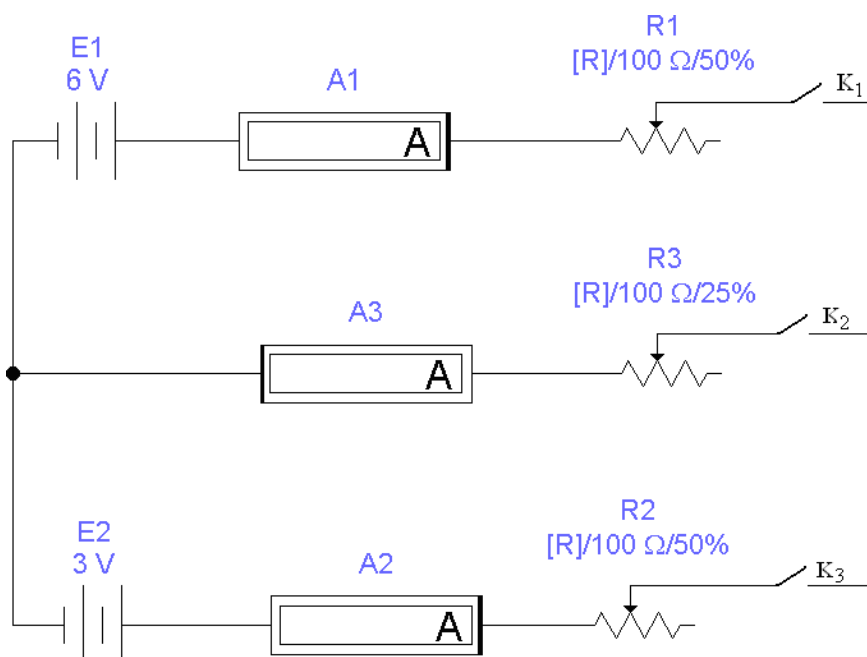

Рис. 1. Електрична схема до виконання роботи.
1. Скласти віртуальне електричне коло за схемою (рис. 1). Амперметри увімкнути так, щоб зберегти їх полярність відносно джерел ЕРС, а також вибрати режим вимірювання постійного струму (DC). Величину ЕРС обох джерел вибрати довільно.